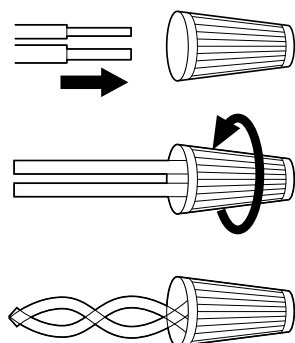

Figure 12
4. Raccordez le fil noir du lave-vaisselle au fil noir du câble d'alimentation, en insérant les deux dans un capuchon de connexion, puis en tournant le capuchon de connexion, comme illustré à la Figure 12.